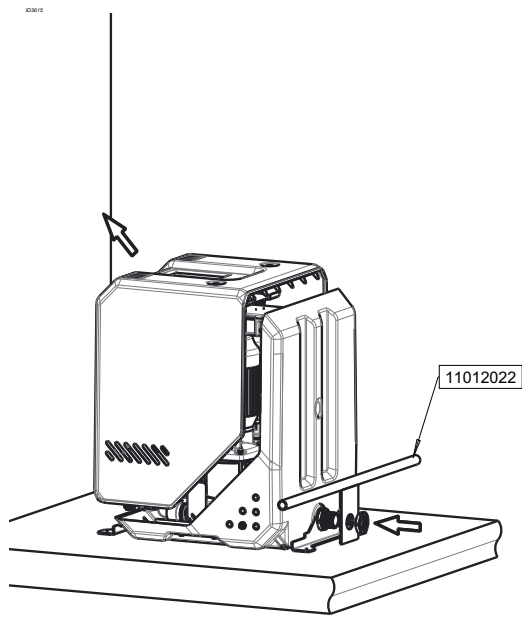

Figure 10: (Dé)montage vertical
- retirez le capot en angle - voir fig. 10 (Dé)montage vertical.